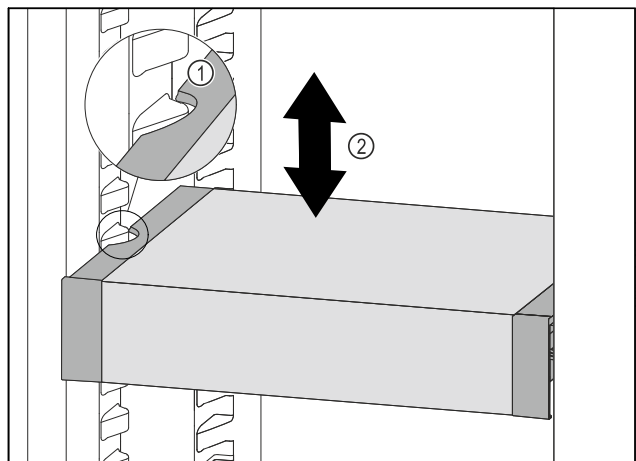

Fig. 49
- ▶ Потягнути VarioSafe вперед, поки бокові заглиблення VarioSafe не опиняться на рівні ребра для резервуара в охолоджувальному відділенні. Fig. 49 (1)
- ▶ Пересувайте VarioSafe вгору або вниз в охолоджувальному відділенні до тих пір, поки не досягнете бажаної висоти. Fig. 49 (2)